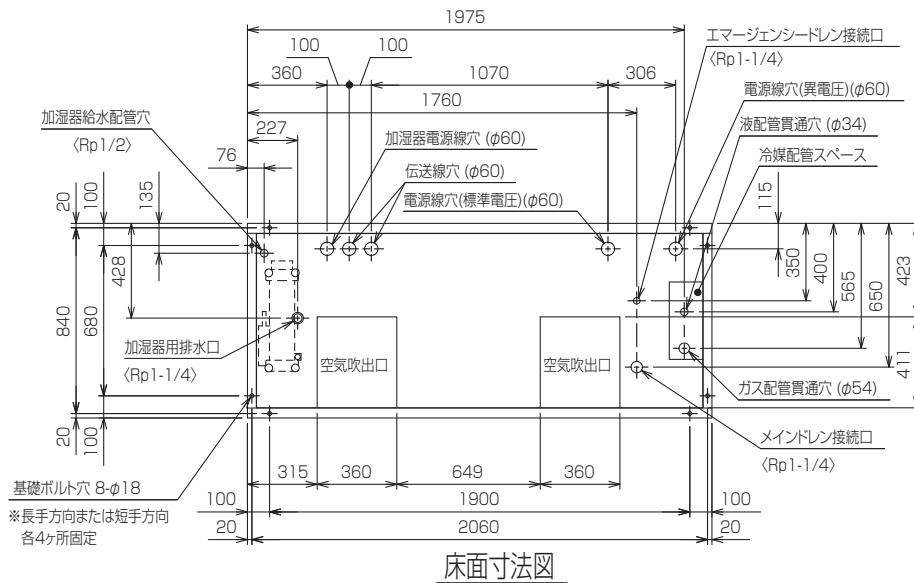

図4
**A** 下図を参考にして、現地で吹出ダクトを製作してください。(図4参照)